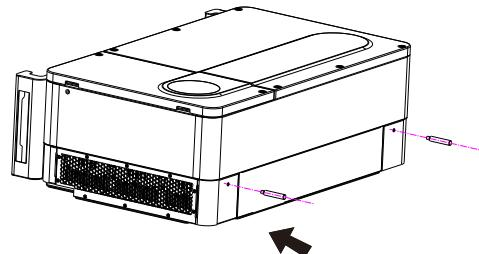

图 5.8
- 1>如下图5.8所示，4-6人分别将手伸进包装内，将逆变器从包装内抬出，再将吊环换成搬运手柄（选配），搬到指定安装位置。